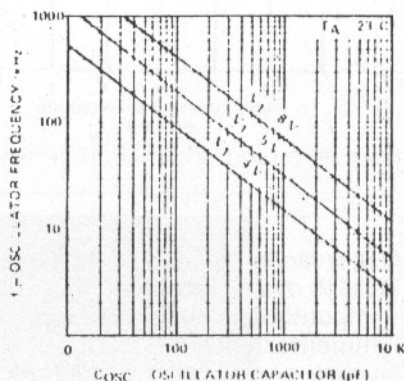

figura 9
- 14) Oscillatore. Connettendo un condensatore tra questo punto e massa, l'oscillatore entra in funzione. La frequenza di oscillazione può essere scelta in base al grafico di figura 9